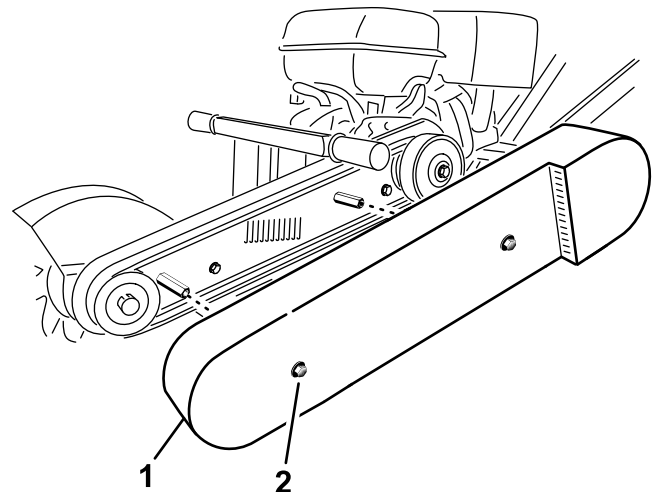

Figura 24
3. Afloje los 2 pernos que sujetan el protector de la correa a la máquina hasta que pueda retirar el protector de la correa (Figura 24).
2. Perno y arandela (2)
4. Retire el protector de la correa (Figura 24).
10. Instale el protector de la correa y apriete los pernos (Figura 24).